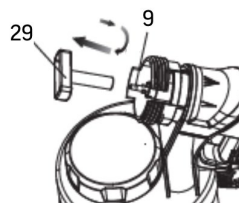

fig. 18
14. Utilisez la clé de buse de pulvérisation (n° 29) pour dévisser la buse (n° 9) du pulvérisateur (fig. 18).